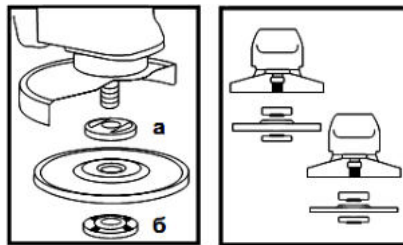

Рисунок 2
4.4 Встановіть на виріб шліфувальний або відрізний круг. Для цього натисніть на кнопку фіксації шпинделя (1) і перевіріть шпindel до такого положення, при якому він зафіксується. За допомогою вилочного ключа з комплекту виробу відверніть і зніміть затискну гайку (б) (дивіться рисунок 2). Встановіть шліфувальний диск на посадкове місце фланцевої шайби (а) (рисунок 2), наживіть рукою затискну гайку на шпindel і затягніть її ключем із комплекту виробу.